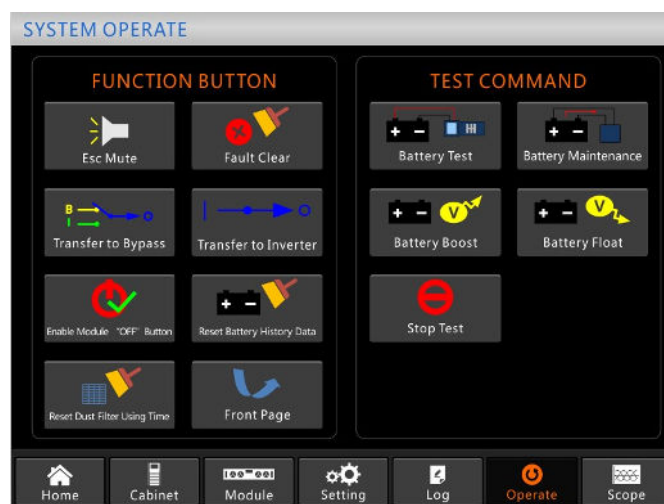

Figura 4-3 Manutenção das Baterias
- 1) Teste de descarga manual. Entre no menu “Operate”, conforme mostrado na Figura 4-3 e